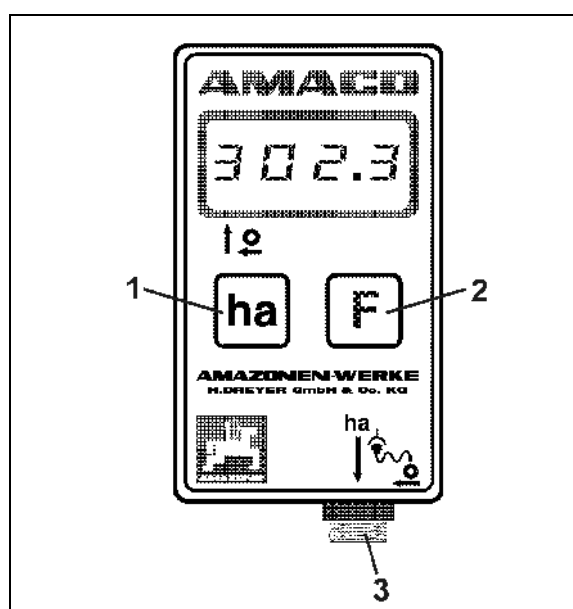

Fig. 3
Knappen **ha** (Fig. 3/1).
Knapp **F** (Fig. 3/2)
- **Tilkobling sensor (Fig. 3/3).**